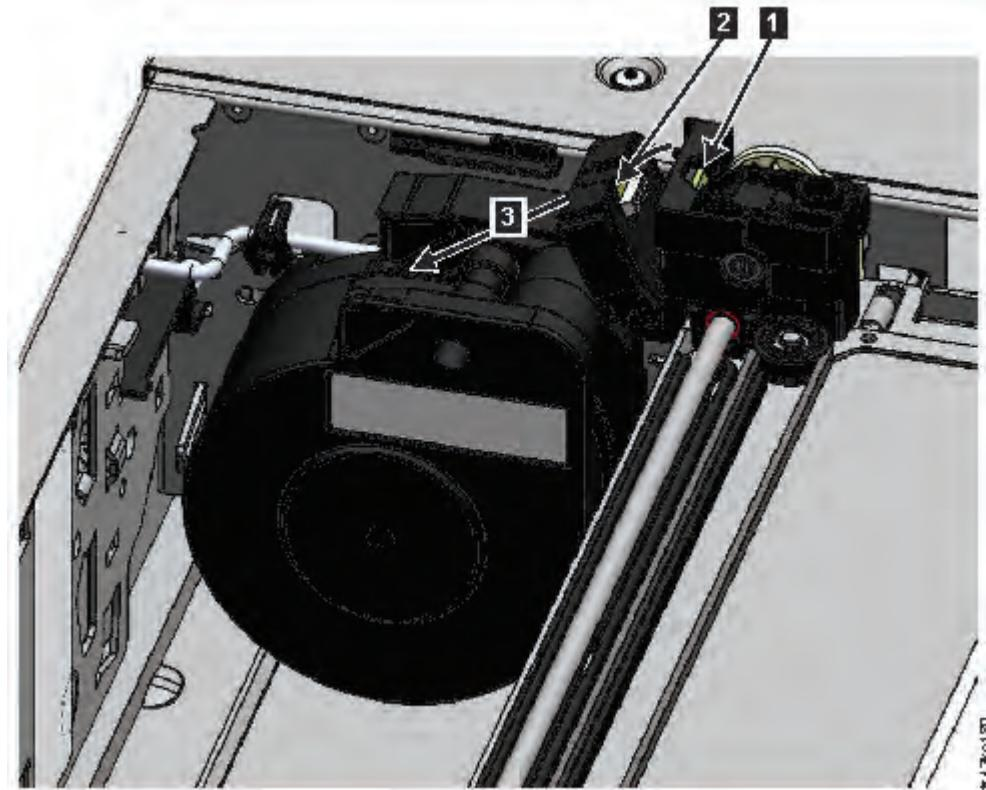

Figure 83. Déverrouillage du câble d'enroulement et placement dans son support
7. Sur la partie supérieure du manipulateur où se trouve le câble d'enroulement, appuyez sur le loquet (1 dans Figure 83, à la page 187), puis faites basculer la pièce qui maintient le câble d'enroulement (2).
8. Soulevez le câble d'enroulement du manipulateur et placez-le dans son berceau en haut du mécanisme d'enroulement (3 dans Figure 83, à la page 187).